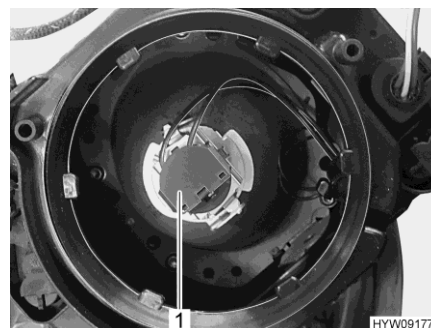

Fig. 219 Bombilla (luz de cruce / luz larga)
- Girar el portalámparas (Fig. 219,1) junto con la lámpara en sentido contrario a las agujas del reloj y sacarlo de la caja de la luz.
- Insertar el portalámparas (Fig. 219,1) junto con la bombilla en la caja de la luz y apretarlo en sentido de las agujas del reloj. El portalámparas engatillará audiblemente.